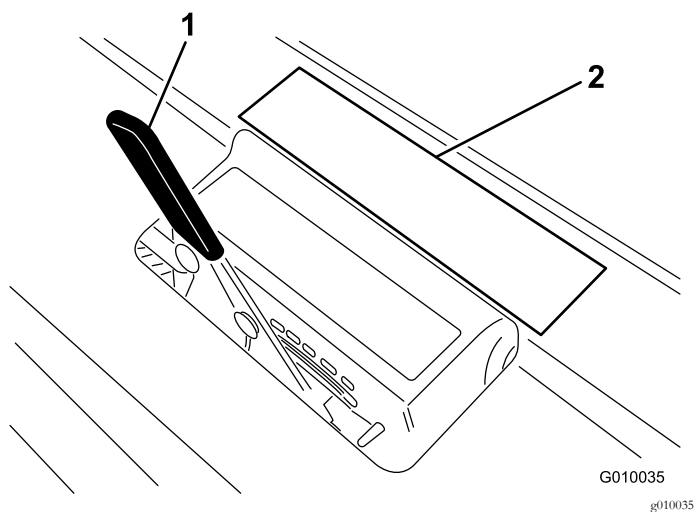

图27
2. 将打孔针平放到打孔针深度标贴上图27一头与所需的打孔深度对齐请参考标贴上的打孔针图示。